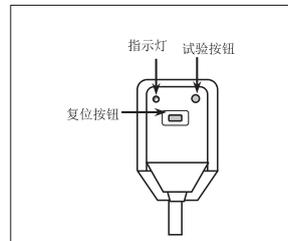

图 13 漏电保护器
- ◆ 每周测试一次漏电保护器的漏电保护性能。如图 13 所示，测试方法为：在通电的情况下，按动试验按钮，电源应切断，指示灯熄灭；再按复位按钮，指示灯亮，说明正常。